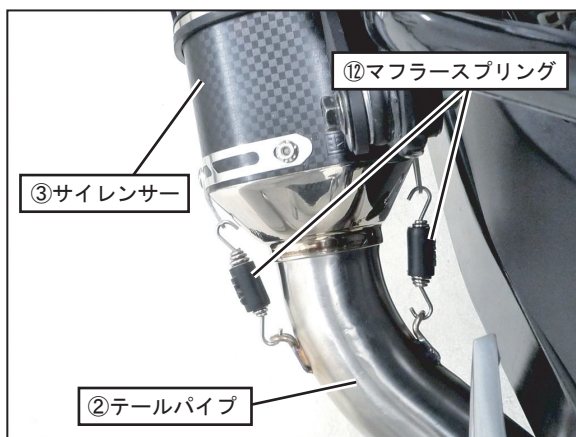

FIG. 7
9. ②テールパイプに③サイレンサーを取り付け、⑫マフラスプリング (ミディアムフローティング) をスプリング取付工具を使用して取り付けて下さい。(FIG. 7 参照)